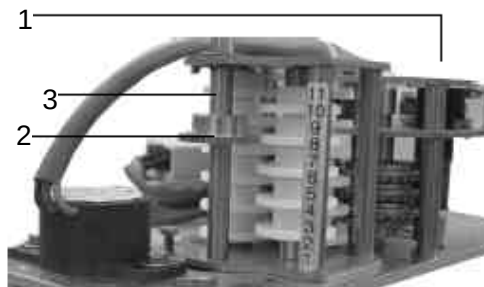

图 4 1 六角扳手 2 调整轮 3 轴
- 从调整轮上松开螺纹销 (图 4)。
- 将调整轮移动到轴上期望位置 (图 4), 并确保齿轮完全啮合。
输出转动通过行程齿轮（类似图 4，但只有 2 个量程）传递到凸轮盘上。